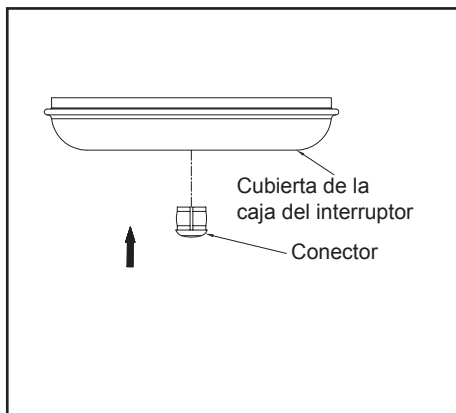

Figura 18
2. Empuja el tapón plástico (incluido) dentro del orificio central de la carcasa del interruptor (Figura 18).